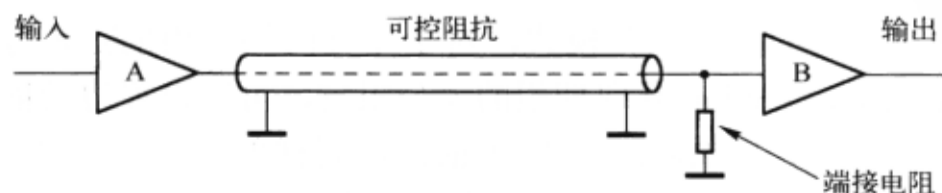

图 6-3-1 单端传输线
当今的快速切换速度或高速时钟速率的 Trace 必须被视为传输线。传输线可分为单端（非平衡式）传输线和差分（平衡式）传输线，其中单端应用较多，如图 6-3-1 所示。
1) **单端传输线** 这是连接两个设备的最为常见的方法。在图 6-3-1 中，一条导线连接了一个设备的源和另一个设备的负载，参考（接地）层提供了信号回路。当信号跃变时，电流回路中的电流也是变化的，它将产生地线回路的电压降，构成地线回路噪声，这也成为系统中其他单端传输线接收器的噪声源，从而降低系统噪声容限。这是一个非平衡线路，信号线路和返回线路在几何尺寸上不同。